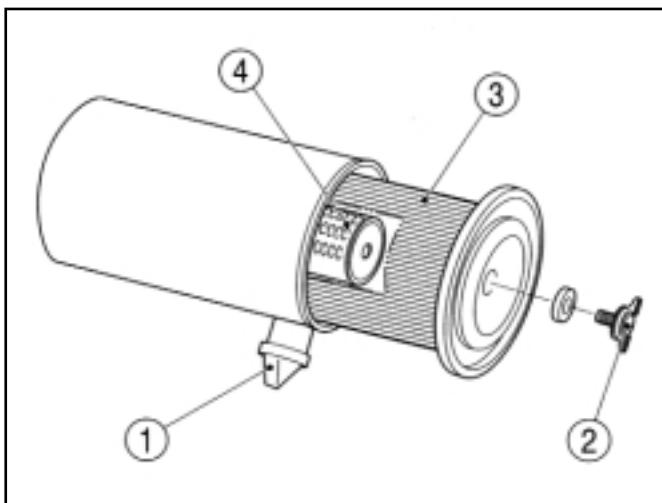

FIG. 110 / ABB. 110 / FIG. 110
Ouvrez le clapet (1) dans la Fig. 110 chaque jour pour purger la poussière. Pressez le clapet avec les doigts pour faire sortir la poussière accumulée.
Enlevez le panneau latéral gauche du capot pour avoir accès au filtre à air (3) dans la Fig. 110: Le filtre à air se compose d'un élément extérieur pour filtrer les particules de poussière de l'air d'admission. Un deuxième élément intérieur (4) (uniquement pour le TK546) a été monté pour éviter les dommages au moteur si l'élément extérieur était endommagé ou fissuré. Le séparateur de poussière (1) capte les poussières qui tombent de l'élément extérieur.
1. Dévissez l'écrou papillon (2) et enlevez l'élément principal extérieur (3).
Den in Abb. 110 gezeigten Staubabscheider (1) täglich kontrollieren. Den Abscheider mit den Fingern zusammendrücken, um angesammelten Staub zu entleeren.
Die linke Seitenhaube abnehmen, um Zugang zum Luftfilter (3) in Abb. 110 zu bekommen. Der Filter beinhaltet ein äußeres Element, das Staub aus der Ansaugluft filtert. Ein zweites, inneres Element (4) (nur für TK546) schützt den Motor bei Beschädigung oder Rissen im äußeren Filter. Der Staubabscheider (1) sammelt den Staub, der vom äußeren Element herunterfällt.
1. Die mittlere Flügelmutter (2) abschrauben und das äußere Hauptelement (3) her ausziehen.
Controleer de stofafscheider (1) in Fig.110. Knijp met de vingers in de stofafscheider om het opgehoorde stof te verwijderen.
Verwijder het linkerzijpaneel van de motorkap om bij de luchtfilter (3) in Fig.110 te kunnen. De luchtfilter bestaat uit een droog buitenelement dat het vuil uit de aangezogen lucht filtert.